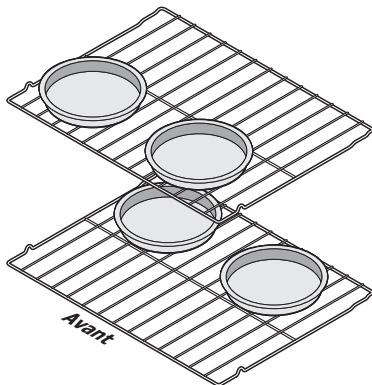

Figure 9 : Espacement des ustensiles de cuisson
- Lorsque vous cuisinez avec deux grilles de four, positionnez l'ustensile de cuisson comme illustré à la Figure 9. Laissez un espace d'au moins 5 cm (2 po) entre les ustensiles pour permettre à l'air de bien circuler.
- Pour la pâte et de la pâte à base de produits de boulangerie comme les gâteaux, pâtisseries et pains, utilisez la fonction de cuisson par convection pour de meilleurs résultats. Placer les casseroles comme représenté sur la Figure 9.